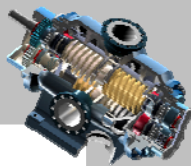

图 3.8.59 “绘制组”菜单
Step2. 在功能选项卡区域的 **草绘** 选项卡中单击  按钮。系统弹出图 3.8.59 所示的